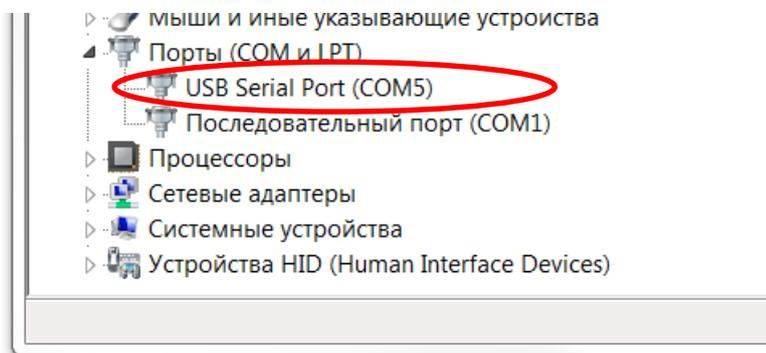

Рис.1
- узнать № порта можно через «диспетчер устройств» вашего компьютера (см. рисунок 1)